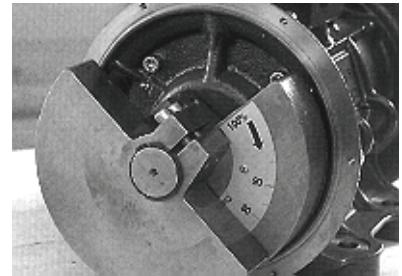

Рис.15
Чтобы отрегулировать интенсивность вибрации, снимите концевые крышки (18), отпустите винт (15), который крепит наружный дебалансный груз и передвиньте груз, так чтобы получить требуемый процент центробежной силы. Проценты вибрации можно видеть на регулировочной пластине (14) (рис. 15).